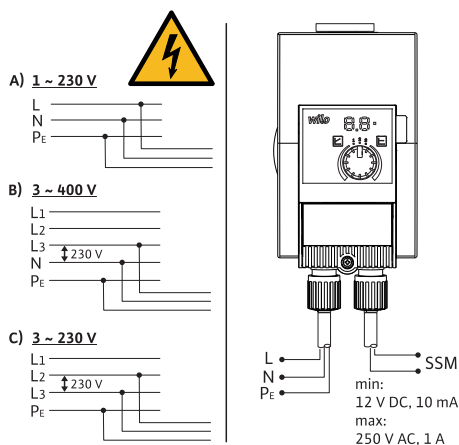

Fig. 3: Варианты подсоединения к электросети
- Подключать к низковольтным сетям 230 В. При подсоединении к сетям IT (конфигурация сети Isol   Terre) обязательно убедиться, что напряжение между фазами (L1-L2, L2-L3, L3-L1 → Fig. 3) не превышает 230 В.